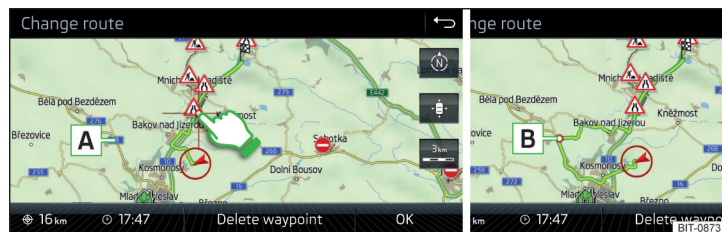

Fig. 233 Modification de l'itinéraire sur la carte / point de passage de l'itinéraire
- ▶ Touchez l'écran au niveau de l'itinéraire et déplacez le curseur à l'emplacement souhaité sur la carte, par ex. A » fig. 233.
Le point de passage B est inséré dans l'itinéraire » fig. 233.